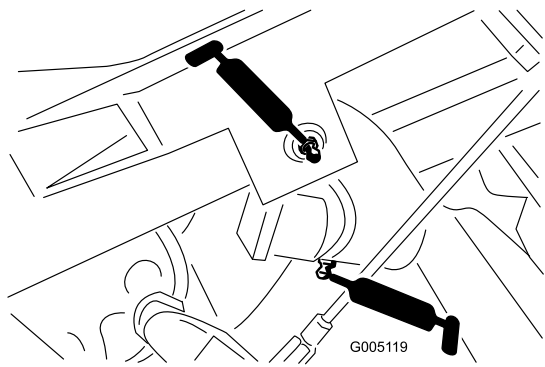

Figura 32
- Perno del braccio di sollevamento (3) e cerniera di articolazione (3) (Figura 32)